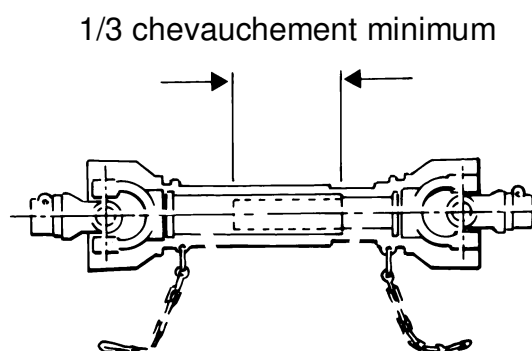

Fig 2
1. Séparez l'arbre viril (item 1, fig 2) et arbre de la femme (item 2, fig 2) et allez-les respectivement au tracteur et moissonneur.
7. Finalement, attachez la sécurité enchaîne (item 3, fig 2) pour obtenir des points de l'ancrage sur le tracteur et machine qui assure que les chaînes sur-ne serreront pas lorsque la machine tourne.